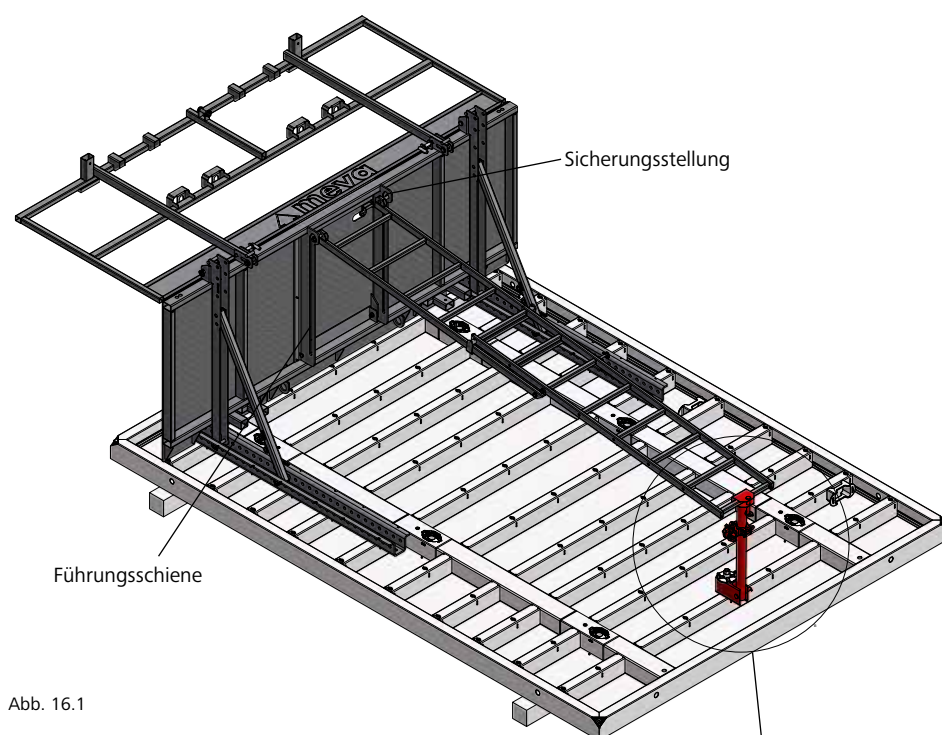

Abb. 16.1
13. Die Leiter in der Führung an die Hinterkante der Plattform schieben und dort in Sicherungsstellung bringen (Abb. 16.1).
14. Am Fußpunkt der Leiter mit einer Flanschschraube 18 den Leiterhalter-Element SB an der mittigen Funktionsmutter des Mammut XT-Elementes befestigen (Abb. 16.1).
15. Der Leiterhalter-Element SB greift über die unterste Sprosses der Leiter und wird dort mit dem integrierten Bolzen und Federstecker gesichert (Abb. 16.1).